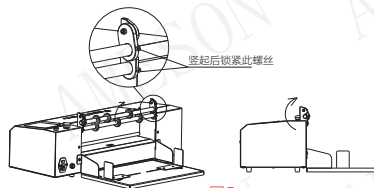

图5
(2)导纸架固定: 拆除包装后, 序号1主机后上部的导纸架顺时针转动使导纸架与主机竖起, 并用序号10工具扳手 (M2.5) 锁紧导纸架上固定螺丝, 如下图5。